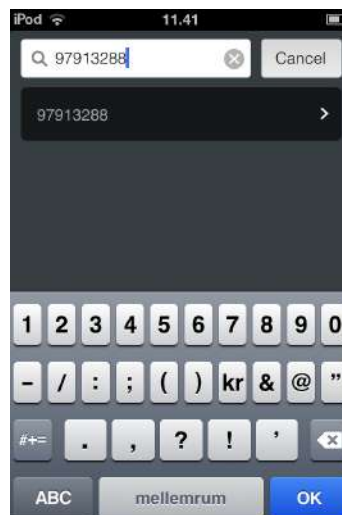

Рис. 38 Ввод номера файла GSC
10. В поле "Configuration number" (номер конфигурации) введите номер файла GSC из раздела 13. GSC-файлы. Нажмите на стрелку в поле черного цвета. См. рис. 38.